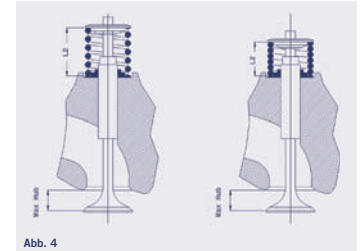

Abb. 4
- Bei welchem Ventilhub ist die Feder ganz zusammen gedrückt (auf Block, siehe Bild 4 auf Seite 67)?
- **Richtige** Federeinbaulänge (Bild 4, rechts dargestellt)
- **Falsche** Federeinbaulänge (Bild 4, links dargestellt)